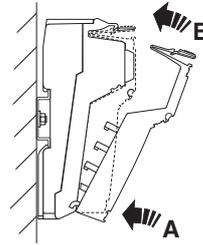

Abb. 10-12 Aufrasten eines Steckers
- Setzen Sie die Stecker auf den Sockel (Abb. 10-12). Setzen Sie dabei zuerst die vordere Stecker-Keilverrastung ein (A). Drücken Sie anschließend den Stecker in Richtung Sockel, bis er einrastet (B).